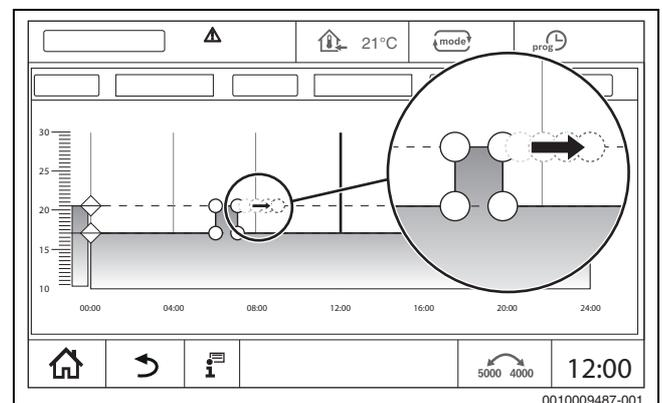

Bild 25 Schaltpunkte verschieben
- ▶ Schaltpunkt (→ Bild 25) antippen, eine Sekunde halten und auf die gewünschte Uhrzeit ziehen.